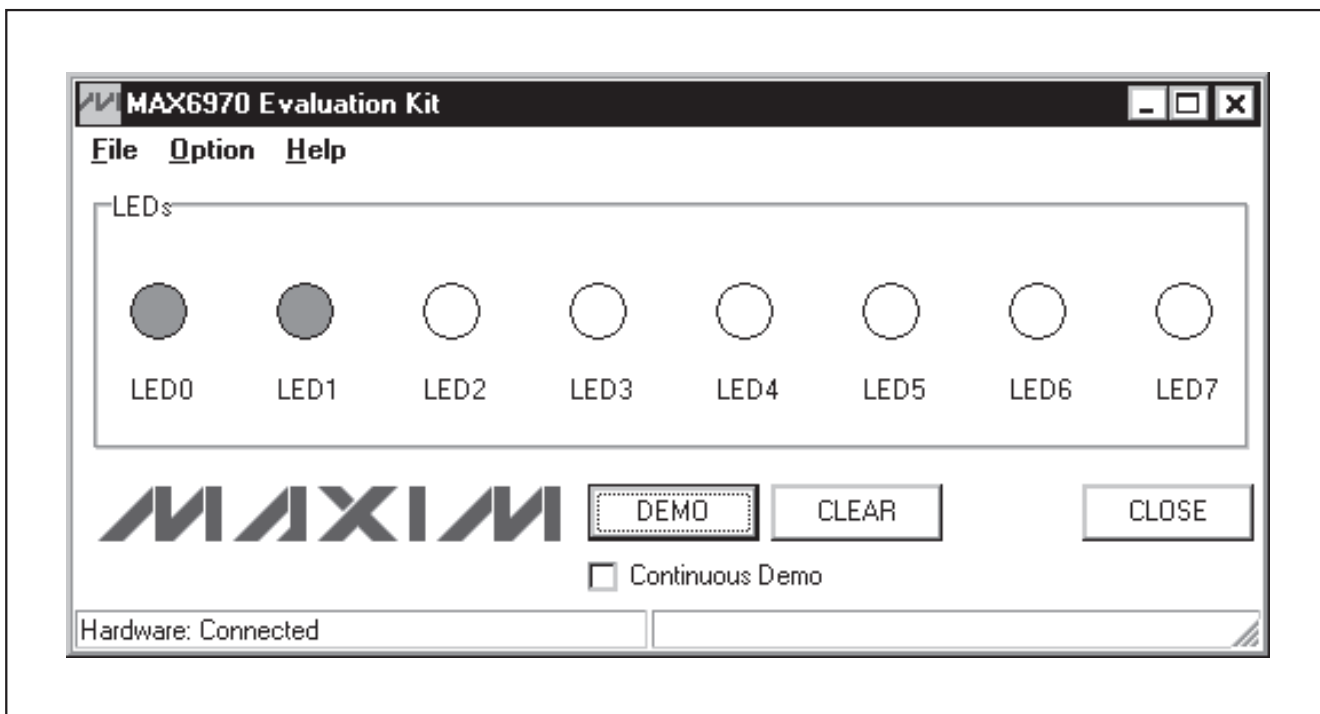
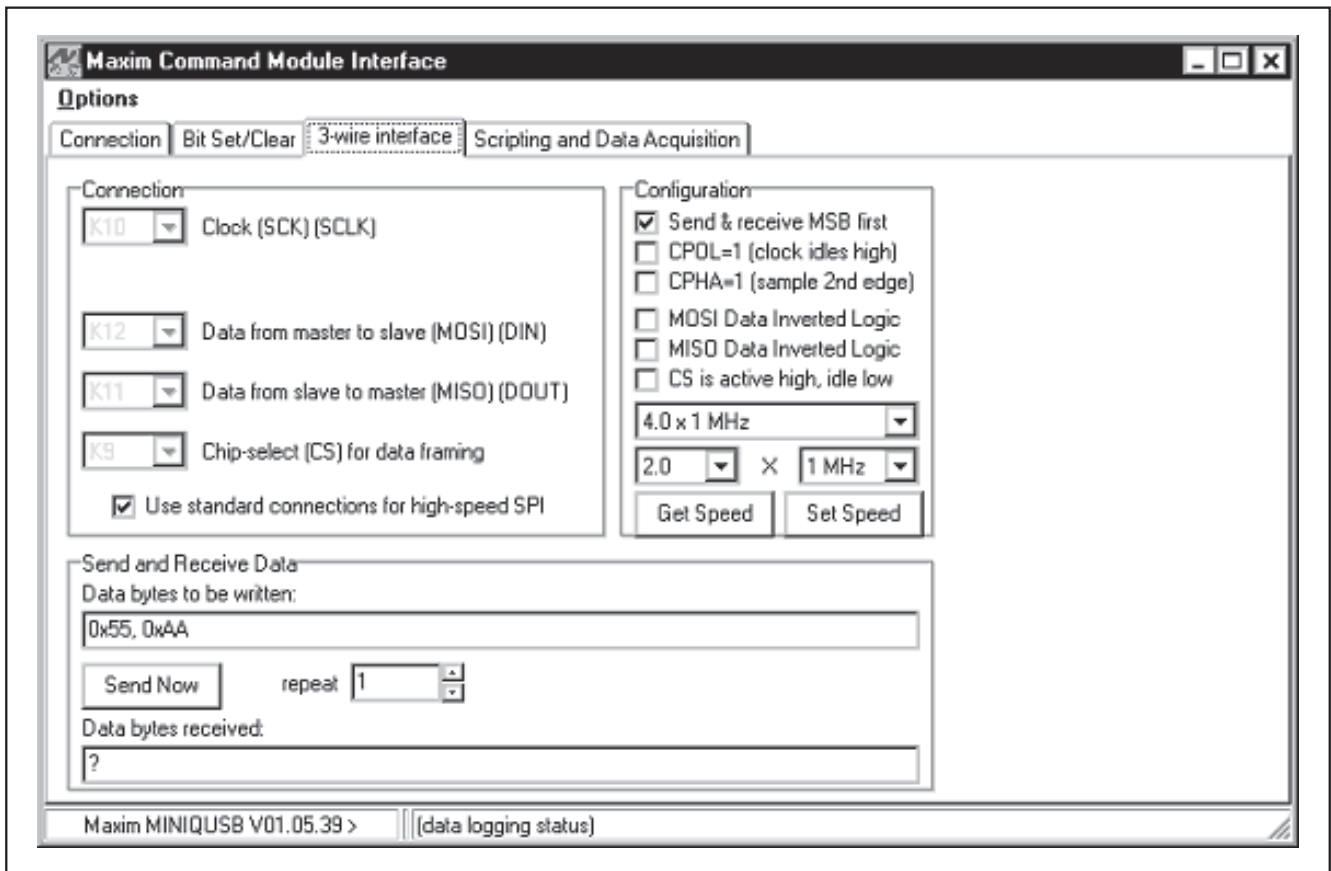

图1. MAX6970评估软件主窗口
图2. MAX6970评估软件高级用户接口
- 6) 打开Start | Programs菜单中的图标，运行评估软件，屏幕上将出现评估软件主窗口，如图1所示。
评估软件的主窗口(如图1所示)显示评估板上每个LED的状态。点击主窗口上的LED0-LED7图标，以便打开或关闭对应的LED。没有发光的LED表示熄灭、红光LED表示点亮。其它功能还包括DEMO和CLEAR按钮。
如图2所示，通过点击图1所示MAX6970评估软件主窗口中的Option | Interface (Advanced Users)，高级用户可使用串口界面。在Data bytes to be written编辑框内输入数据，并点击Send Now按钮。